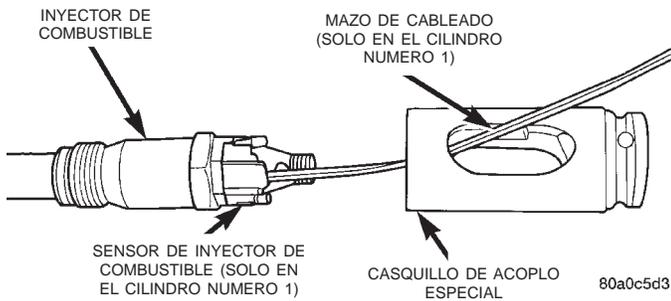

Fig. 38 Mazo del cableado a través del casquillo de acoplo
(4) Retire el conducto de combustible de alta presión del inyector que se va a retirar. Para informarse sobre los procedimientos, consulte Conductos de combustible de alta presión, en este grupo.
(5) Retire el inyector mediante la herramienta de casquillo de acoplo especial número VM.1012A. Cuando extraiga el inyector del cilindro número 1, enrosque el mazo de cableado a través del orificio de acceso en el casquillo de acoplo especial (Fig. 38).